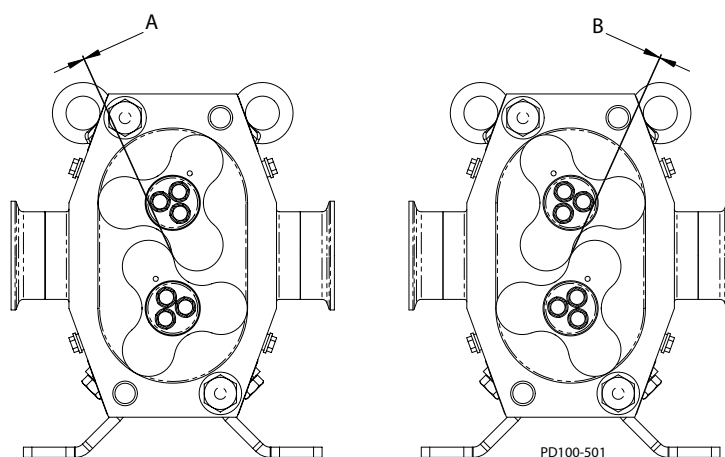

Figura 63 - Jocul rotorului
- verificați jocul rotor-rotor în poziția prezentată în Figura 63.
- Dimensiunile Jocurilor „A” și „B” prezentate în Figura 63 trebuie să fie cuprinse în gama specificată în Tabel 11 la toate pozițiile. Ajustați poziția cutiei de viteze pe axul de transmisie după cum este necesar.